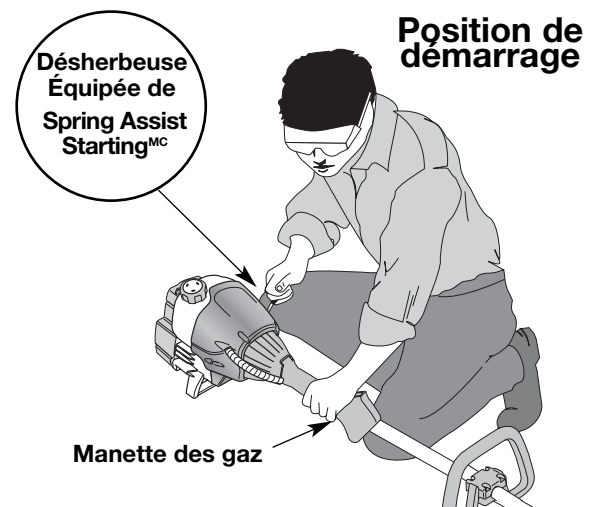

Fig. 8
**AVERTISSEMENT:** évitez tout démarrage accidentel. Tenez-vous en position de démarrage lorsque vous tirez sur la corde de démarrage (Fig. 8). L'opérateur et l'appareil doivent tous deux être en position stable pour éviter des blessures graves.
4. Accroupissez-vous en position de démarrage (Fig. 8), pressez la poignée des gaz et tirez vivement sur le cordon de démarrage à 5 reprises.